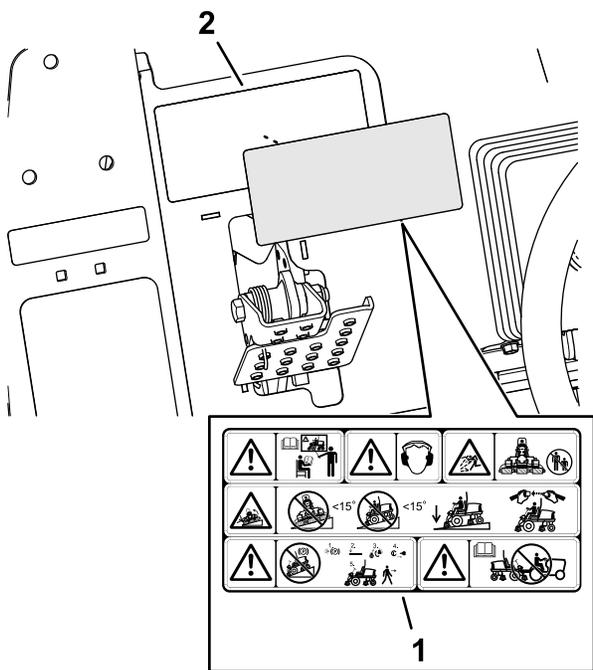

图 39
1. 使用外用酒精和干净的抹布清洁警告标贴 133-2930 的表面，并让标贴晾干（图 39）。